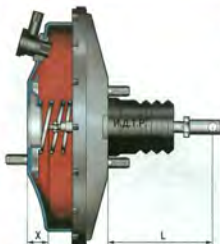

Рис. 9.6. Регулировочные размеры вакуумного усилителя тормозов: X = 22,3 мм; L = 145,8 мм
10. Установите вакуумный усилитель и все снятые детали в порядке, обратном снятию. Перед установкой проверьте регулировочные размеры усилителя (рис. 9.6) и при необходимости восстановите их вра-